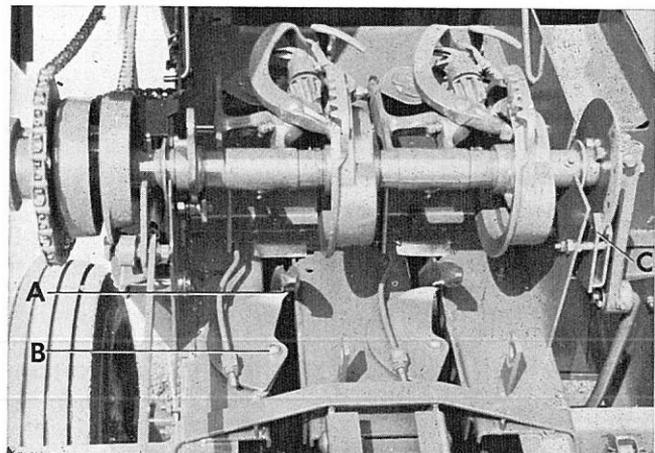

FIG. 47
2. Faire tourner les noueurs jusqu'à ce qu'ils reprennent leur position de départ. Réglez les écrous A et B fig. 47 de façon que l'extrémité du doigt à ficelle (point C) soit en alignement avec le bord de la mortaise de l'aiguille, en haut de la chambre à balles.
Le pignon-mètreur doit être situé de façon que, lorsque le levier de déclenchement est déplacé jusqu'à sa position extrême arrière par la came fixée sur le disque d'embrayage du noueur, il existe un espace libre de 1,5 à 2 mm entre le levier de déclenchement et le disque de frottement, comme il est montré point A fig. 47, ce qui procure un dégagement permettant au levier de déclenchement de revenir en place après chaque cycle du noueur et de produire ainsi des balles de longueur uniforme.